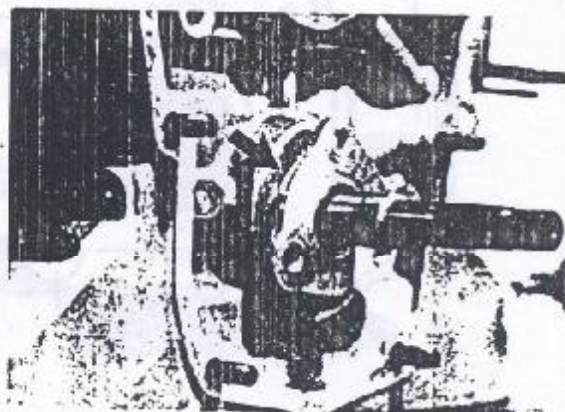

Figura 1.01.12 - Flange dianteiro da árvore de comando
37. Remover os parafusos de fixação do flange dianteiro da árvore de comando das válvulas (Figura 1.01.12); remover o flange, utilizando-se da ferramenta G.1.15.01A. Remover a árvore de comando das válvulas.